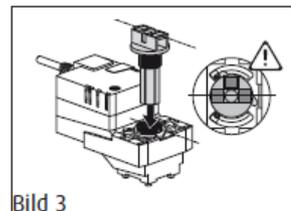

Bild 3
3. Drehwinkelscheibe mit Drehwelle in Stellung Rechtsanschlag bringen, dabei Drucktaste zur Getriebeausrastung drücken (Bild 3).